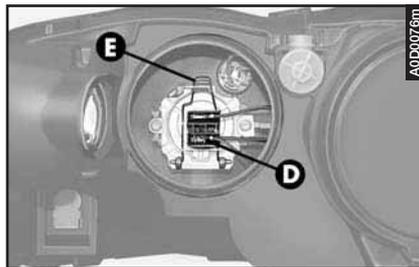

fig. 43
– Staccare il connettore (**D-fig. 43**) inserito a pressione e sganciare la molletta (**E**).